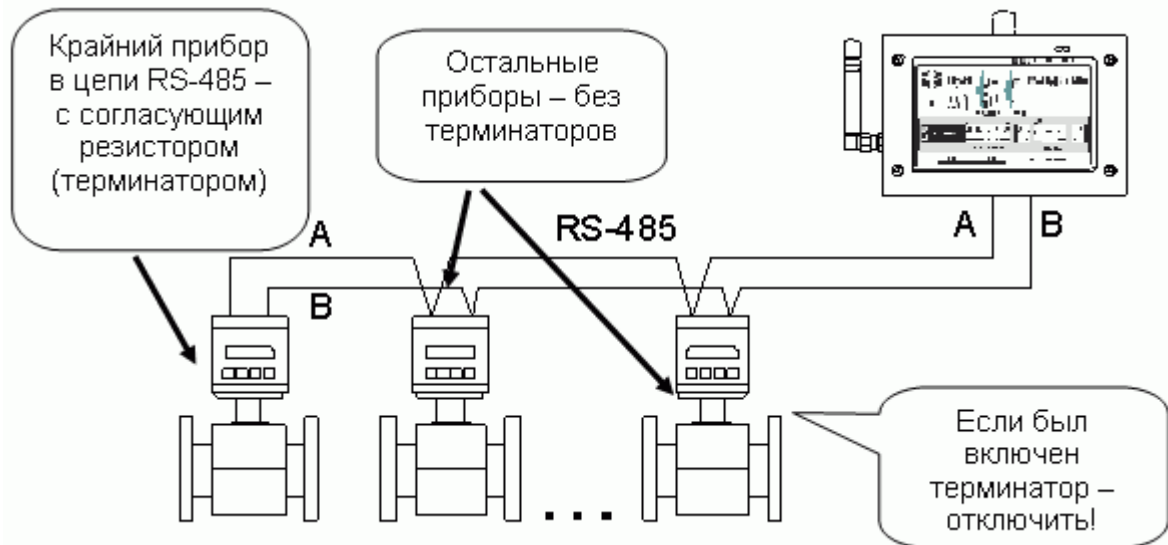

Рисунок 3 — Подключение к сети RS-485
- Контроллер должен быть крайним звеном в цепи приборов, объединенных в сеть RS-485 (не должен включаться в разрыв цепи RS-485, см. Рисунок 3);